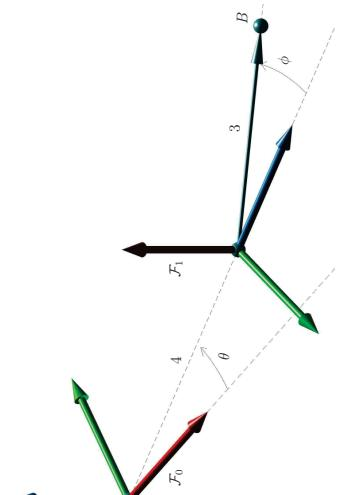

FIGURE 5.9 – Question 5.5.
5.5. Répondre aux différentes questions en rapport avec la figure 5.9 :
5.9. Répondre aux différentes questions en rapport avec la figure 5.9 :